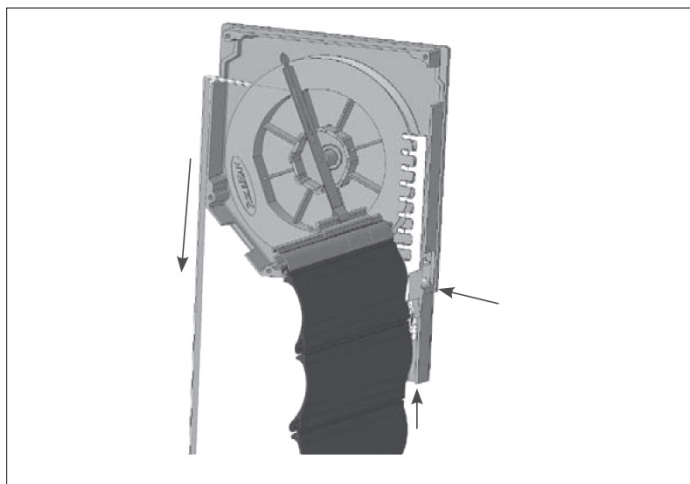

Рис. 2. Открытое положение
3. При использовании ленточного или шнурового привода (5), замок легко расцепляется, штифт выходит из зацепления и полотно роллеты свободно перемещается (рис. 2).